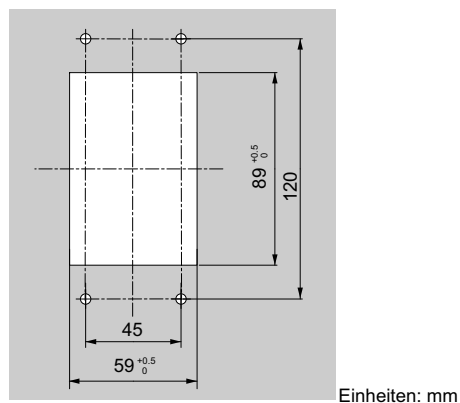

Abb. 2.10 Abmessungen des Schrank-Ausschnittes (Interne/Einbaumontage)
1. Für das digitale Bedienfeld ist eine Öffnung in den Schaltschrank zu schneiden, wie in Abb. 2.10 gezeigt.